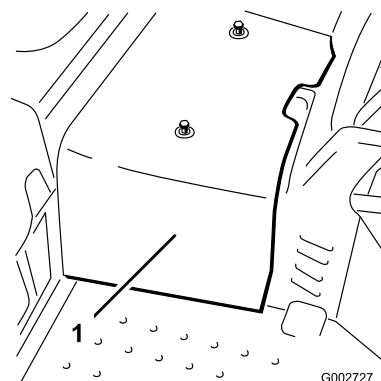

Figura 47
2. Afloje los 2 tornillos que fijan la cubierta central a la máquina y retire la cubierta (Figura 47).